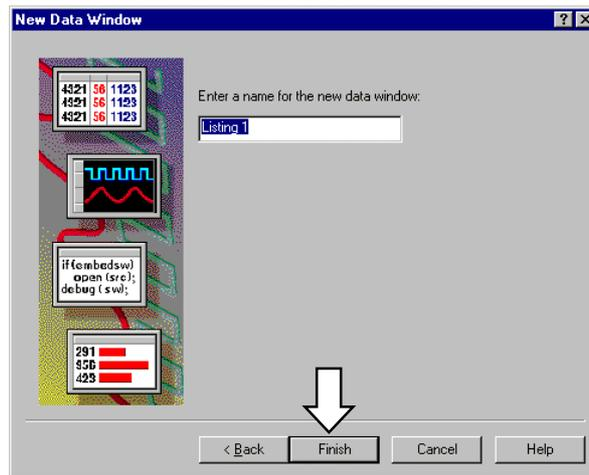

図 3-44 : データ・ウィンドウの名前を定義するためのダイアログ・ボックス
4. 図 3-44 のデータ・ウィンドウの名前を定義するダイアログ・ボックスが現れるので、必要に応じてデータ・ウィンドウの名前を入力（ここでは Listing 1）し、<Finish>ボタンをクリックして[New Data Window]ウィザードを終了します。